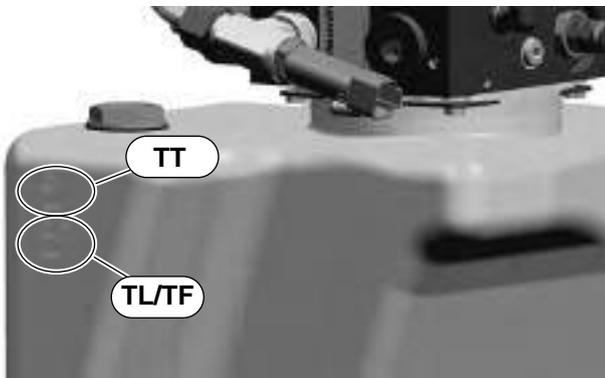

Abb. 16 Markierungen abhängig vom Mast
**Hinweis:** Der Hydrauliktank hat 2 unterschiedliche Minimal- und Maximal-Markierungen. Abhängig vom eingebauten Mast, ist entweder die obere, oder die untere Markierung gültig (siehe Abb. 16).
2. Hydrauliköl Typ D/DD (Sorten siehe Seite 25) bis zur entsprechenden Maximalmarkierung (MAX) über einen Filter mit einer Mindestrückhalterate von 10 µm auffüllen (siehe Abb. 16).